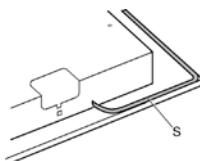

Fig.5
- Retourner l'appareil et appliquer le joint adhésif S le long du bord externe du verre (fig. 5).